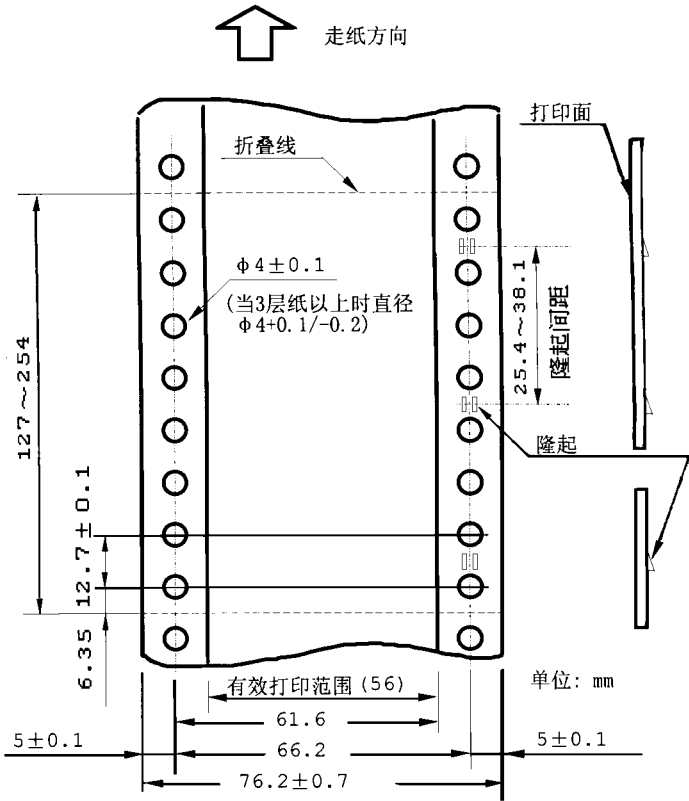
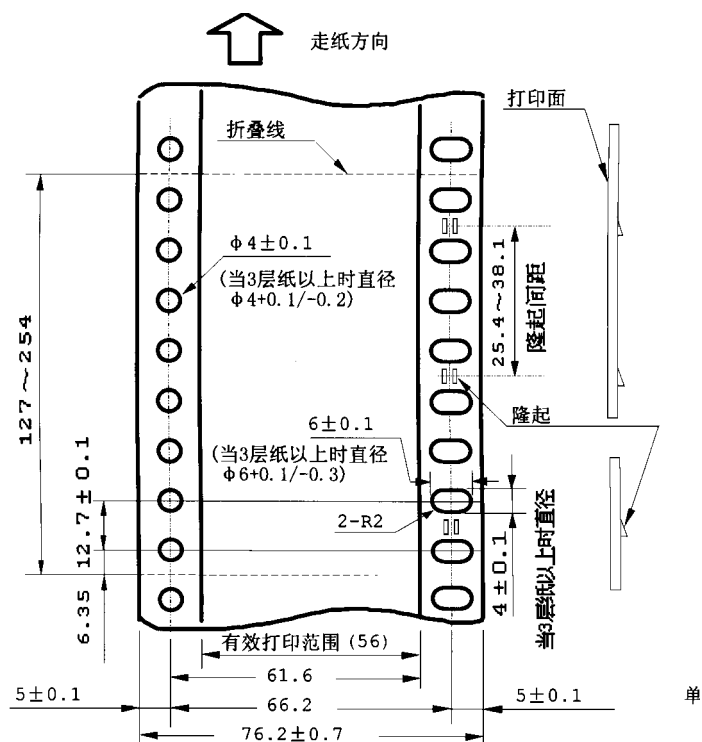

图2-5 A型孔纸规格要求
图2-6 B型孔纸的规格要求
因SBP-311S采用链轮拖动打印纸，所以必须使用如图2-5和图2-6的两种规格的孔纸。
2. 孔纸必须按图2-5和图2-6中箭头所指方向走纸。